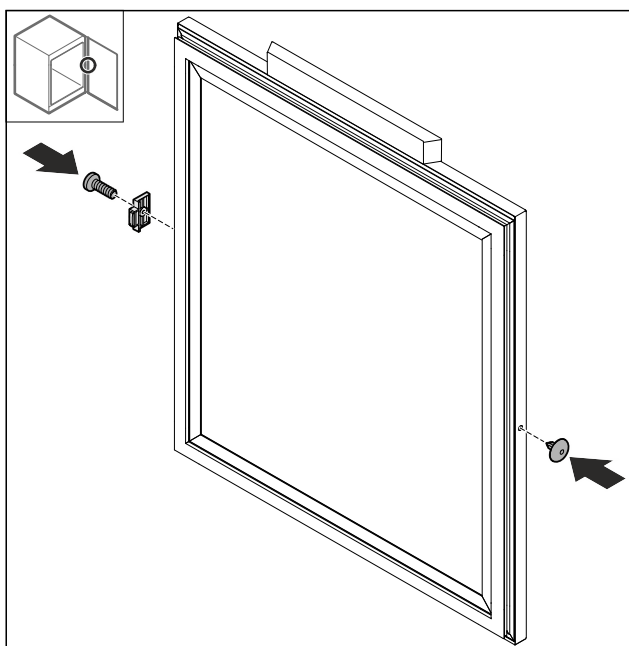

Fig. 49
- Asenna oven pysäytin Fig. 49 (1) 180° käännettynä vastakkaiselle puolelle.
- Aseta suojus Fig. 49 (2) vastakkaiselle puolelle.